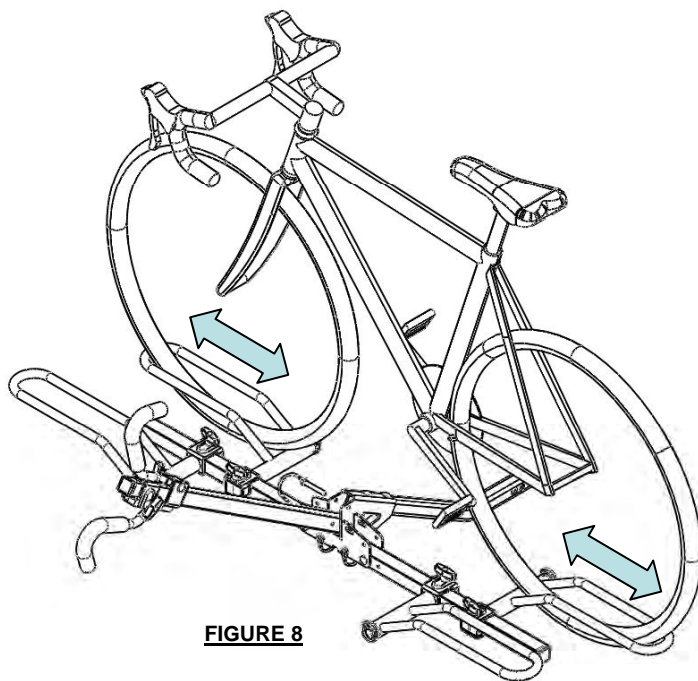

FIGURE 8
2. Charger le vélo sur les berceaux de roue. Régler les berceaux à la position appropriée. S'assurer que le pneu est bien supporté aux deux extrémités des berceaux de roue. Serrer les berceaux pour prévenir tout mouvement. (Fig. 8)